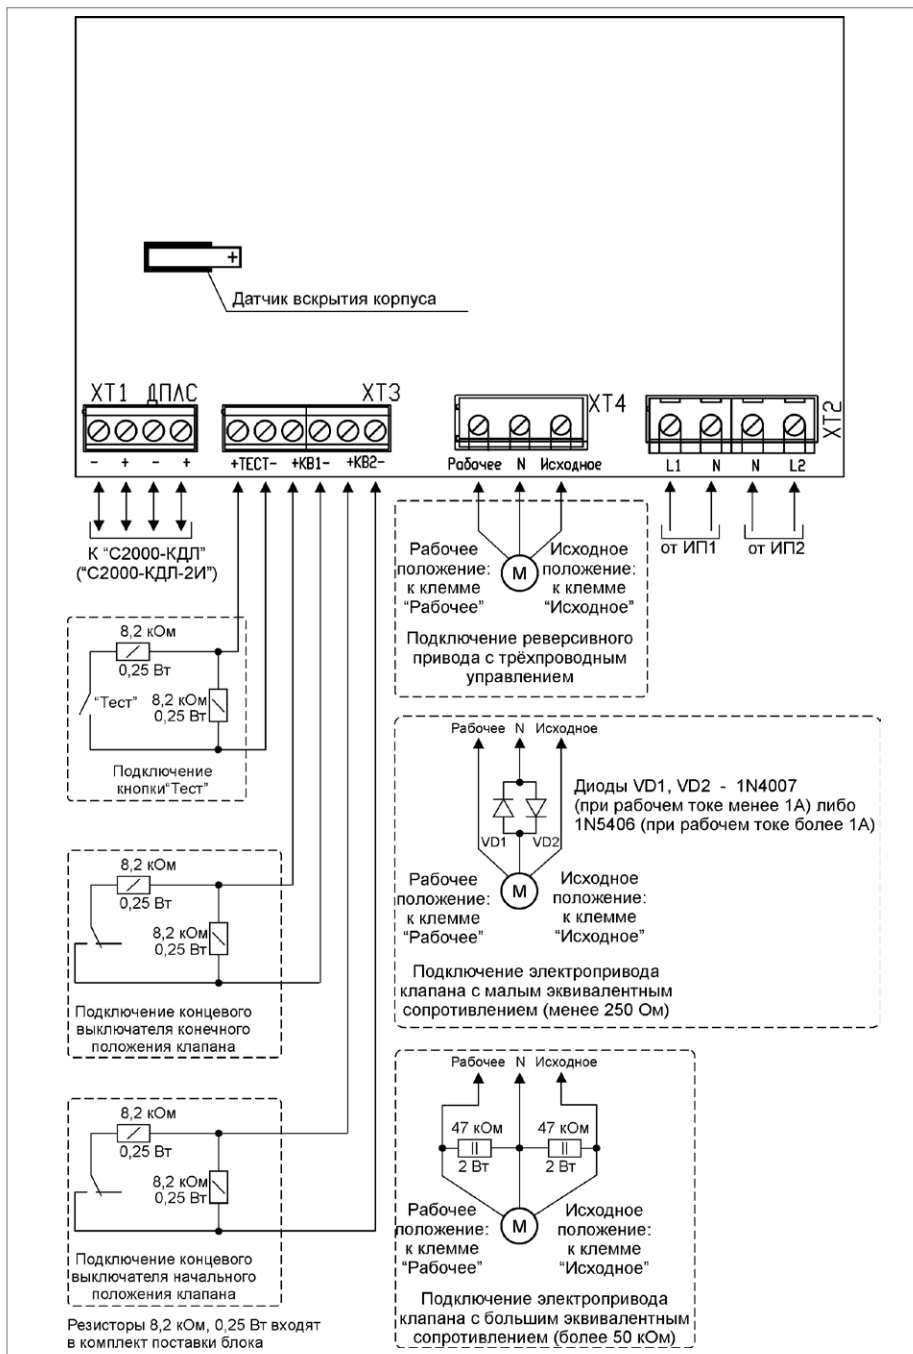

Рисунок 13.
2.2. Подключение соединительных линий производите в соответствии с проектной документацией и схемой на рис. 13.
1. Подключите воздушный клапан с электрическим приводом в соответствии с рис. 13, учитывая эквивалентное сопротивление клапана: